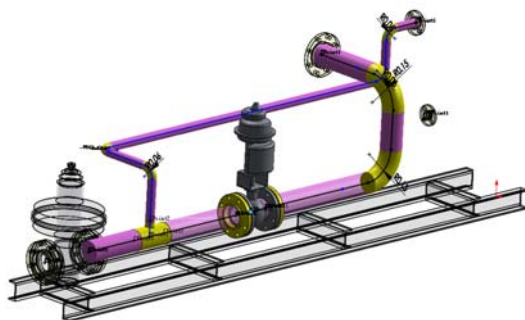

图 18-102 球阀
④ 按 Tab 键将球阀切换到图 18-102 所示的方向上，单击鼠标左键确定添加。